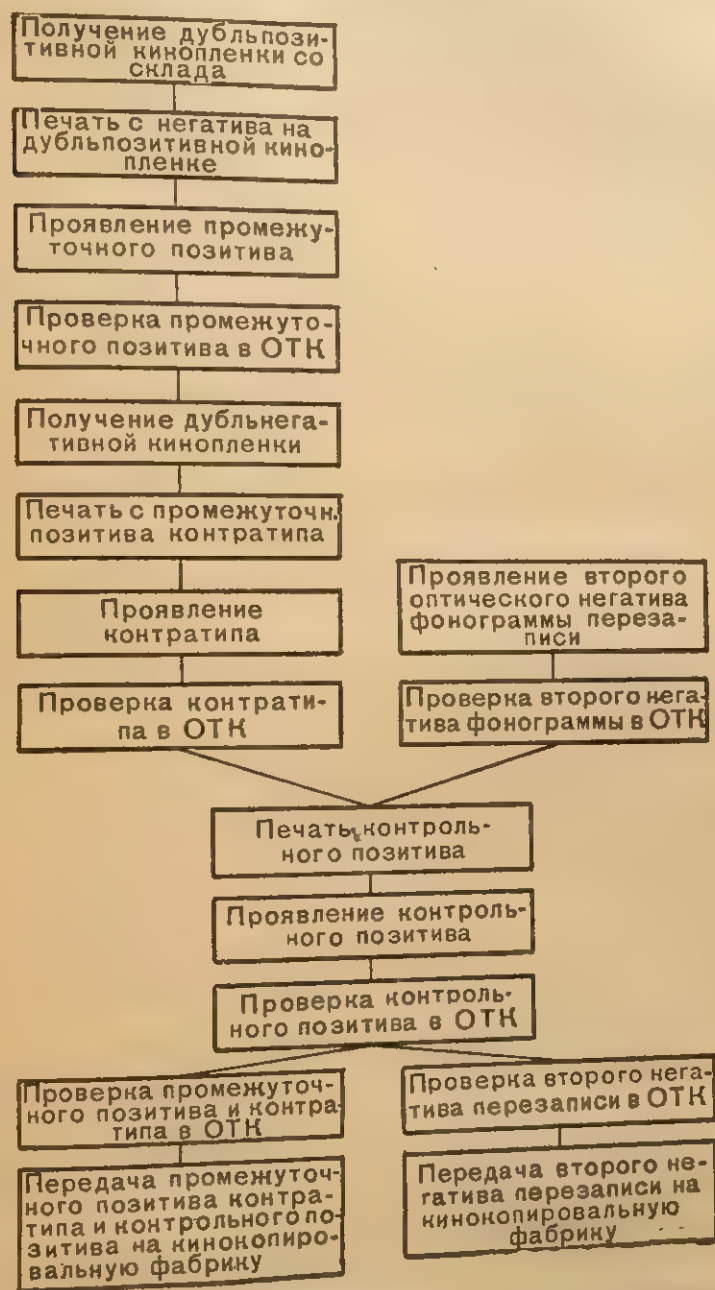

Рис. 134. Схема технологического процесса обработки промежуточного позитива и контратипа
**Обработка промежуточных позитивов и контративов.** На рис. 134 показана технологическая схема обработки промежуточного позитива и контратива.